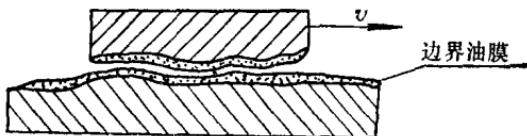

图 2-8 边界摩擦
**3. 边界摩擦**（即边界润滑）两个运动着的物体表面仅有一层极薄的润滑剂，此时处于干摩擦和流体摩擦的边界状态，叫边界摩擦（见图 2-8）。这种摩擦对工作表面的磨损，将大大超过流体摩擦。